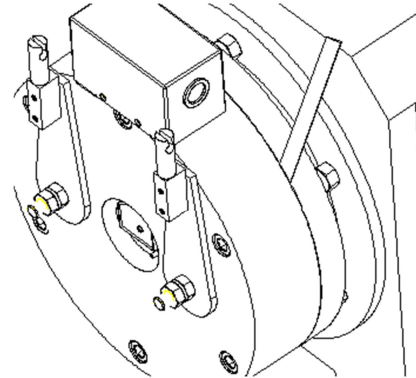

图 6 塞尺检测静板和动板气隙
5. 用塞尺检测调节位置的气隙（见 P3 图 6），是否在标准范围内。